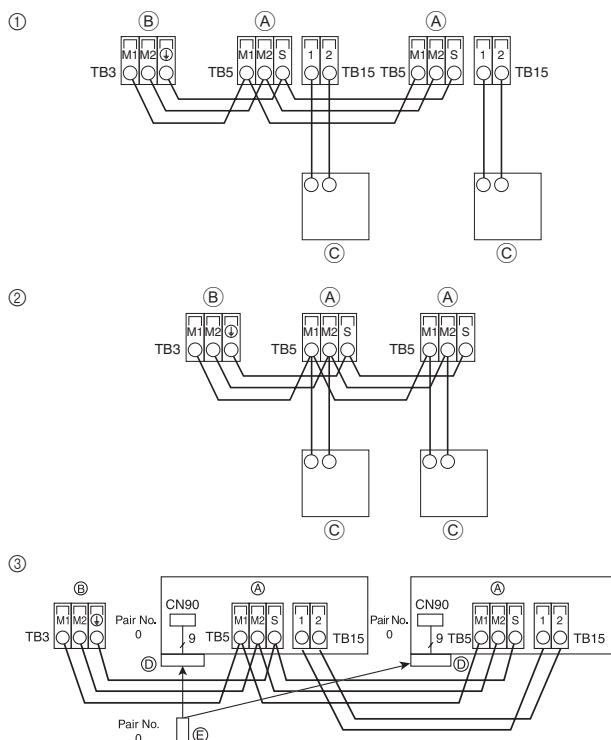

Fig. 6-3
6.4. Raccordement des câbles de la commande à distance et des câbles de transmission intérieurs et extérieurs (Fig. 6-3)
① Commande à distance MA
② Commande à distance M-NET